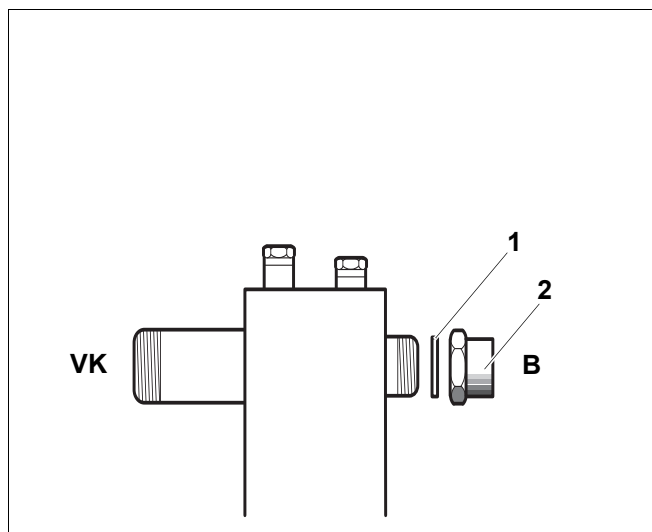

Рис. 11 Комплект подключения AS HKV DN 25 без HKV 2 DN 25 и трубного соединения
- Уложите уплотнение (рис. 11, [1]) в накидную гайку с вкладной деталью (рис. 11, [2]).